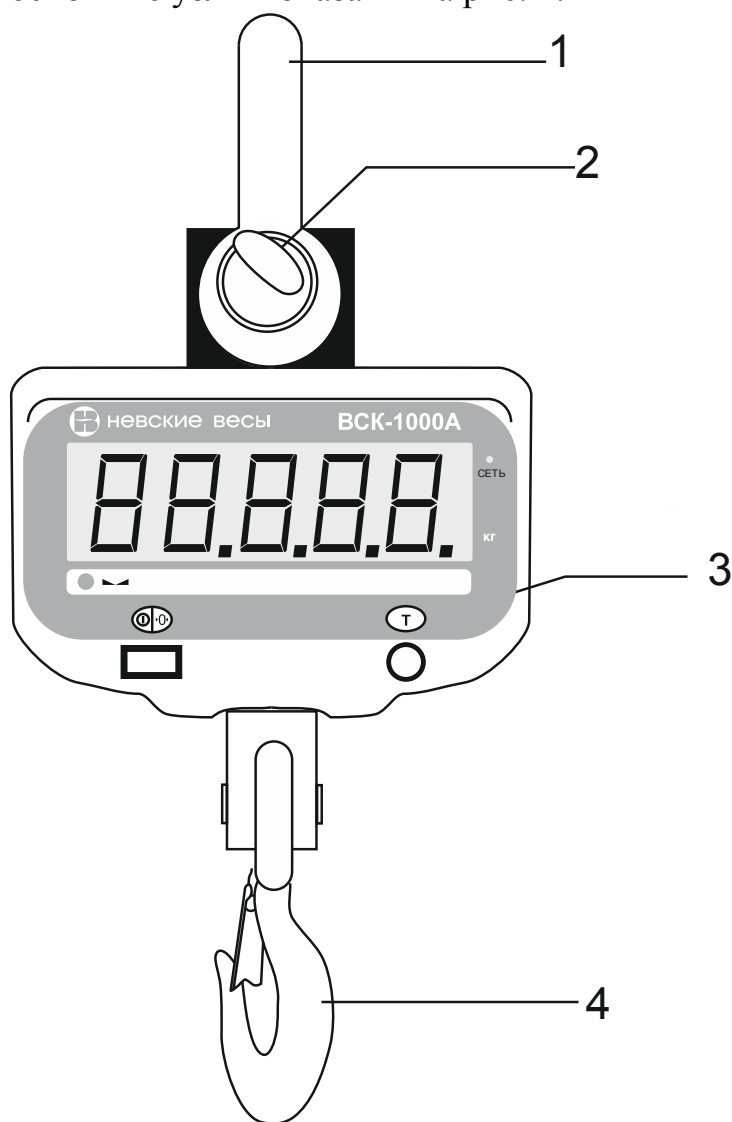

Рисунок 1
2.4.1 Внешний вид и основные узлы показаны на рис. 1.